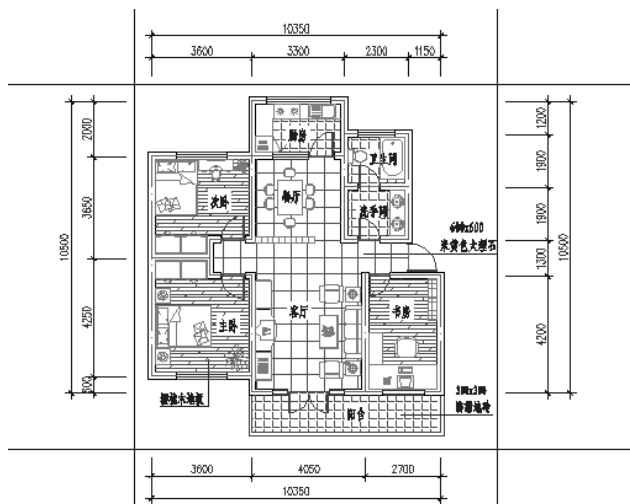

图 17.49 标注其他尺寸
(16) 参照 (14)、(15) 操作步骤, 综合使用【线性】和【连续】命令, 分别标注平面图其他三侧的尺寸, 结果如图 17.49 所示。